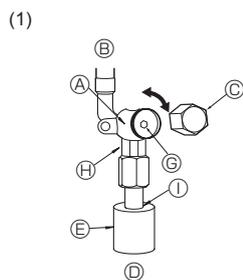

Fig. 4-5
(1) Lato gas (Fig. 4-5)
- ① Togliere il cappuccio e girare fino a quando è possibile l'asta della valvola in senso antiorario utilizzando una chiave esagonale di 4 mm. Smettere di girare quando si urta l'otturatore.